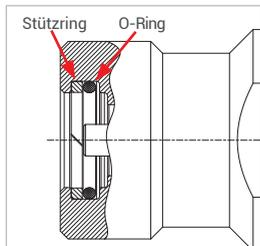

Abbildung 3
- ▶ Kontrollieren Sie vor dem Einsetzen des Nippeleinsatzes (Pos. 7) die beiden Dichtelemente (O-Ring und Stützring, *Abbildung 3*) auf korrekte Einbaurichtung, richtigen Sitz und Beschädigung.